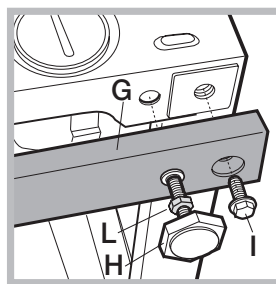

Fig. 11
les 2 traverses (G); les 4 pieds (H); les 4 vis (I); les 4 écrous (L) puis procédez comme suit (*fig. 11*): Poser la machine sur sa face arrière en veillant à ne pas endommager le tuyau d'évacuation et le cordon d'alimentation électrique.